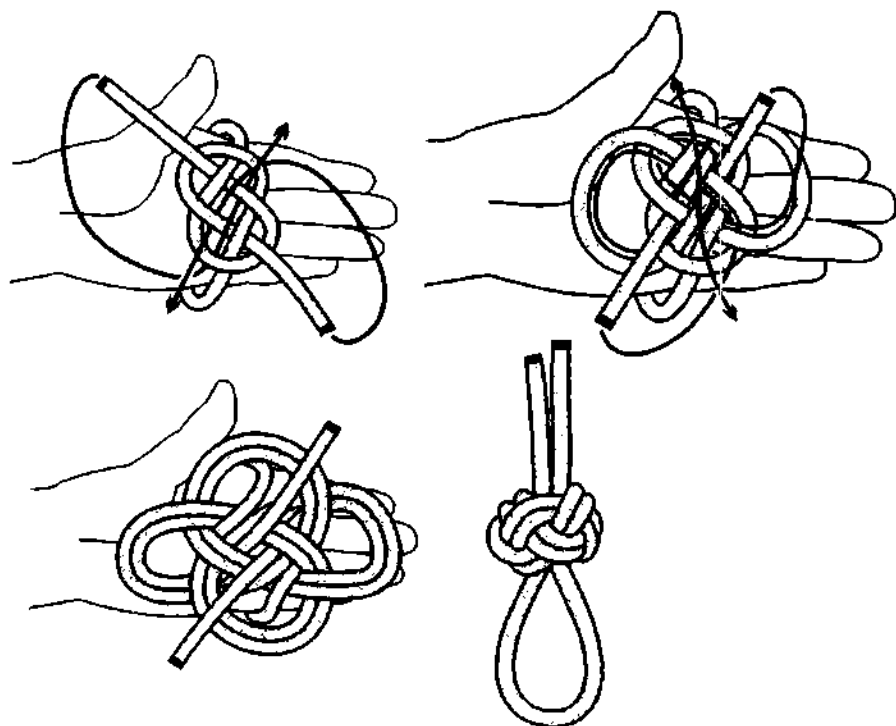

Рис. 280. *Капитанский узел* с двойной пробивкой.
**узел.** Так же как и **турецкий узел**, **капитанский узел** можно удвоить или утроить (рис. 280). Завязанный на конце верёвки, **капитанский узел** может служить и отличным стопором и надёжной петлей-огоном или и тем и другим одновременно. Моряки использовали его вместо брелоков к свисткам, ножам, ключам и т. п.